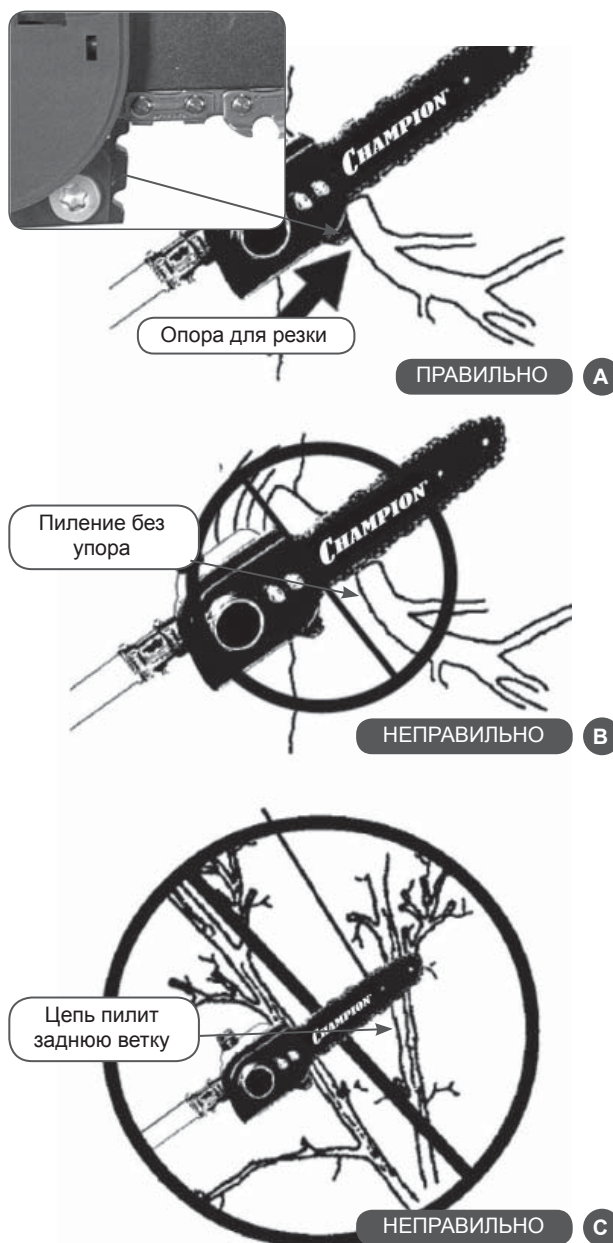

Рис.12
6. При пилении плотно прижмите упор к спиливаемой ветке (Рис.12 А). Это предотвратит биение ветки при пилении.
ре контроля над работой высотореза (Рис.12В).
8. Следите за ветками, которые находятся непосредственно позади спиливаемой. Если цепь заденет заднюю ветку, то возможен отскок и потеря контроля над высоторезом (Рис.12С).